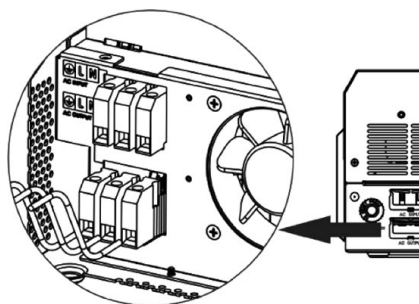
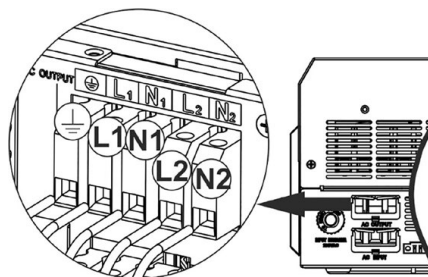

Figura 4.9 - Inserimento cavi di uscita AC modello 3.6 kW
Figura 4.10 - Inserimento cavi di uscita AC modello 6 kW Twin
4. Inserire i cavi di uscita AC in base alle polarità indicate sulla morsettiera (Figura 4.9 per il modello 3.6kW, Figura 4.10 per il modello 6kW Twin) e serrare le viti della morsettiera. Assicurarsi di collegare per primo il cavo di messa a terra .